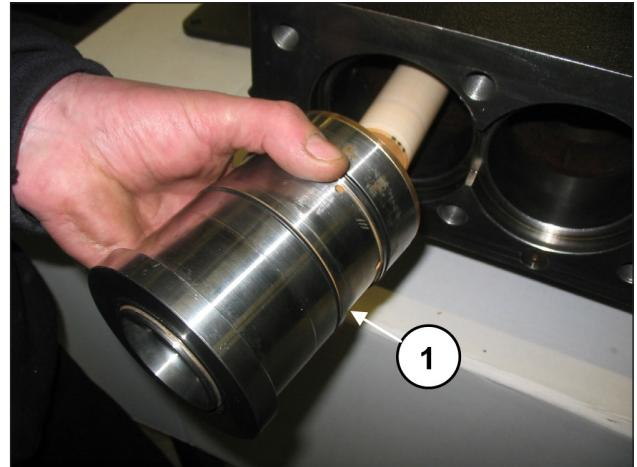

Fig. 159
Insira o bloco camisa-suporte da passagem (completo por dois O-ring adequados), anteriormente montado até o batente (pos. ①, Fig. 159).